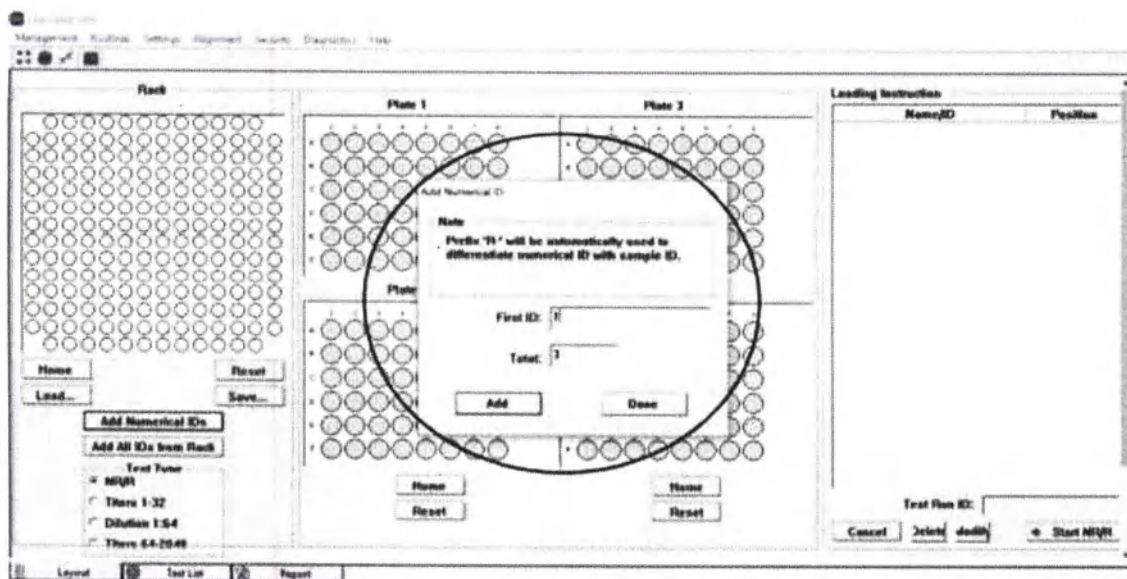

Рисунок 44. Диалоговое окно для ввода имени идентификатора и количества загружаемых проб.
3) Появится диалоговое окно, в котором нужно указать «First ID» (Имя первого номера идентификатора) и «Total» (количество загруженных проб) (Рисунок 44).